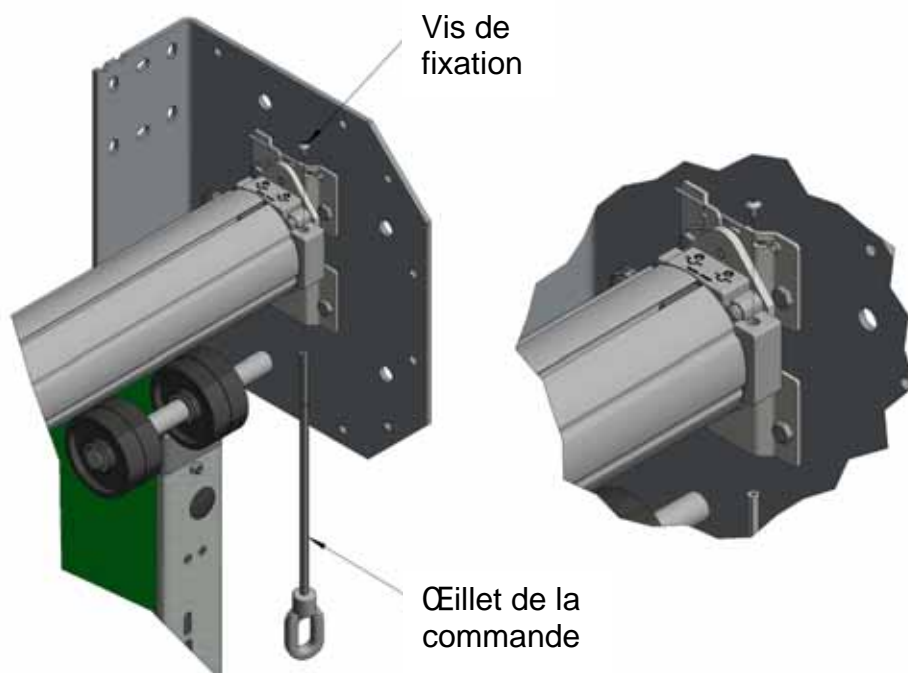

Figure 19, Œillet de la commande
19. Poussez l'œillet de la commande manuelle dans la boîte de vitesse du moteur et fixez-le par le dessus à l'aide des vis de fixation fournies avec le moteur, Figure 19.